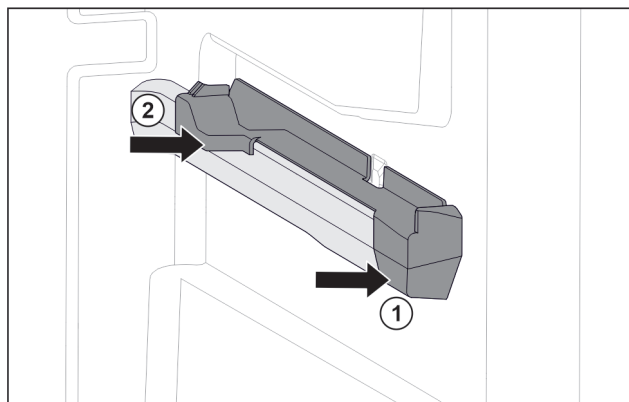

Fig. 76 Natični nastavek na desnemu nastavku za posodo
- ▶ Natični nastavek spredaj namestite na nastavek za posodo. Fig. 76 (1)
- ▶ Pritisnite natični nastavek zadaj. Fig. 76 (2)